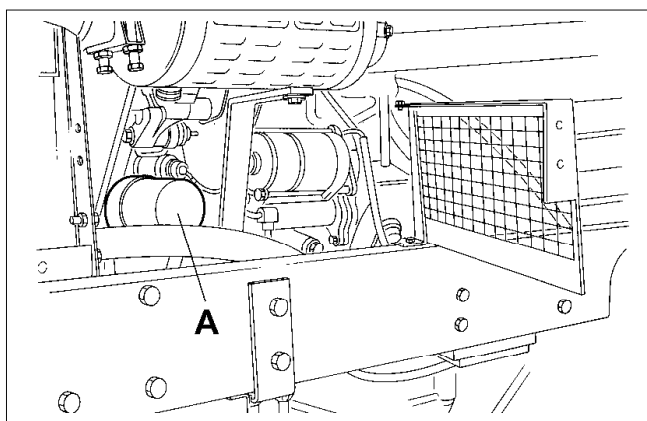

Fig.27
- Remove cartridge (A Fig.27) from engine by unscrewing and discard.
- Het oliefilter (A afb.27) uit de motor losschroeven en weggoien.
- Dévisser la cartouche (Fig. 27 "A") du moteur et la jeter.